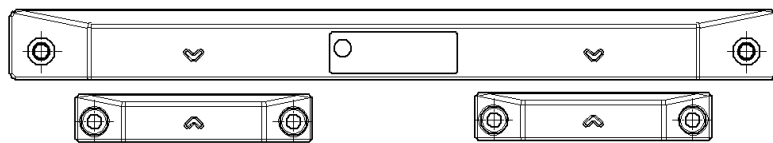
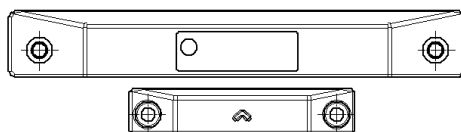

图 1 JBF62D-33M (规格: 防爆型) 安装示意图
图 2 JBF62D-32M (规格: 防爆型) 安装示意图
磁铁端“V”型标应分别与主体部分“V”型标对齐, 这样能使门磁开关保持最佳灵敏度。(如图 1 所示)
- 如应用于单门, 则将 JBF62D-32M (规格: 防爆型) 主体部分固定到门框下沿位置, 门磁开关磁铁端 JBF6133-DM 固定到门扇上沿位置, 磁铁端应尽量靠近门磁开关的主体部分。并且, 磁铁端应靠近主体部分的中心位置布置, 这样能使门磁开关保持最佳灵敏度。(如图 2 所示)
- ◆ 当常闭门处于正常关闭状态时, 门磁开关主体部分与磁铁端相互靠近, 并符合图 1 或图 2 的布置条件时, 防火门监控器显示常闭门正常。